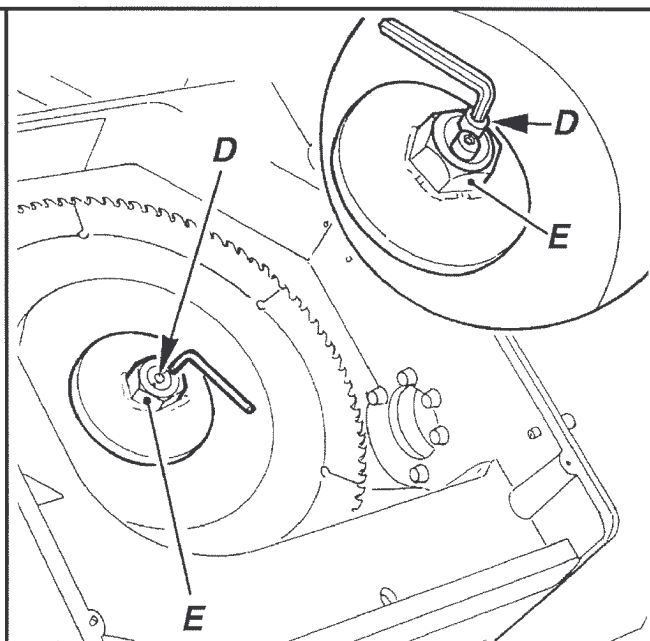

Fig. 10-05
- 6) Con una chiave esagonale allentare la vite "D" che fissa il dado di bloccaggio "E" (Fig. 10-05)
Bloccare il dado "E" con la relativa vite. (Fig. 10-05)